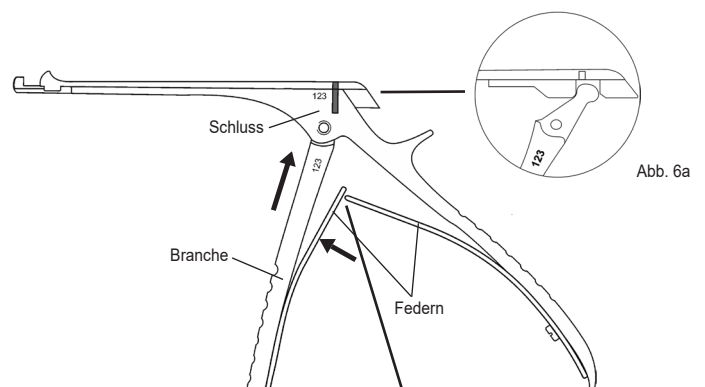

Abb. 6a
- Biegen Sie die linke Feder nach oben (Abb. 6). Schieben Sie die Branche durch den Schluss (Abb. 6). Das Gelenk der Branche muß in die Führung am Schieber (Abb. 6a).